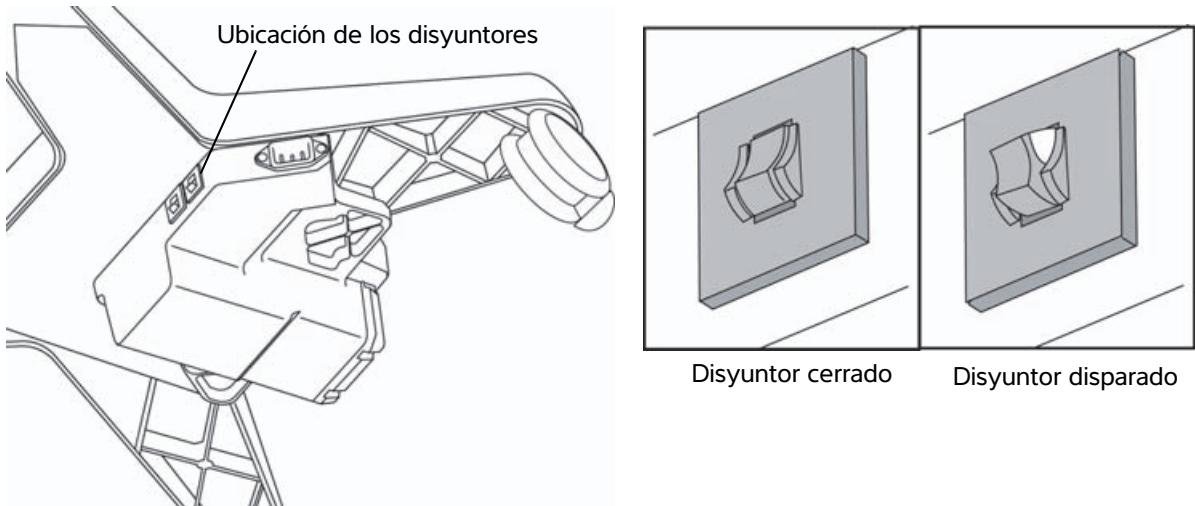

Figura 5 Los disyuntores del módulo de la base se encuentran en la parte inferior de la base.
- 3** Presione el interruptor de cada uno de los disyuntores hasta que se cierren. Consulte **Figura 5** en la página 31.